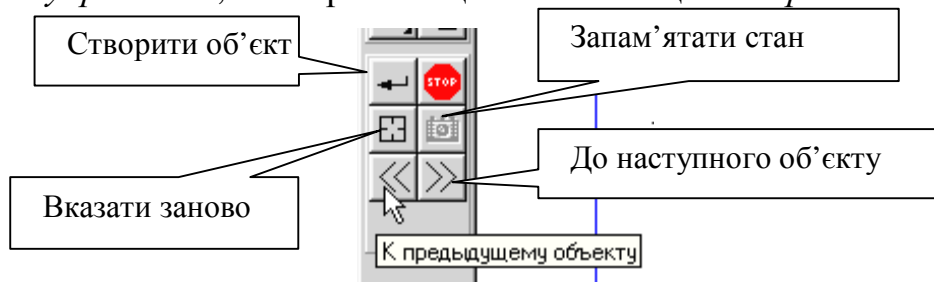

Рис. 46.
4. Система пропонує Вам у вигляді фантома дві паралельні лінії. Поточний варіант оформлений суцільною лінією, а другий варіант побудови оформлений штриховою лінією. Будь-який з варіантів можна зробити поточним простим клацанням на лінії або натисканням клавіш *До наступного об'єкту* або *До попереднього об'єкту* на *Панелі спеціального управління*, рис. 46. Потребуєте обидва варіанти. Створіть їх. Для цього клацніть лівою кнопкою миші на кнопці *Створити об'єкт* на *Панелі спеціального управління*, повторно клацніть на кнопці *Створити об'єкт*.
Клацніть мишкою в будь-якій точці кола на зразку. Система автоматично виміряє її радіус, занесе значення в поле *Радіус кола* в рядку параметрів і зафіксує його. Увімкніть кнопку *Запам'ятати стан* на *Панелі спеціального управління*, рис. 46. У відповідь на запит системи *Вкажіть точку центру кола або введіть її координати* клацніть послідовно в зафіксованих побудованими допоміжними прямими точках. Кола побудовані. Клацанням на кнопці *Перервати команду* на *Панелі спеціального управління* завершіть роботу команди *Введення кола*.